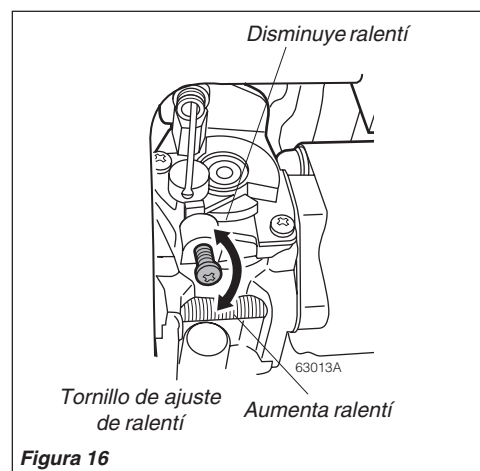

Figura 16
- Si dispone de un tacómetro, la marcha ralentí del motor se debe terminar ajustando en 2.200 (+/- 200) rpm (min⁻¹). Consulte la figura 16.